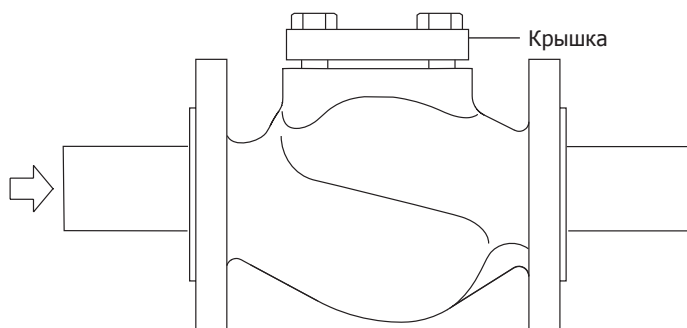

Рис. 5
- 4.4** Клапаны LCV должен монтироваться на горизонтальном трубопроводе крышкой вверх. Допускается отклонение от вертикали не более, чем 45°. (См. рис. 5)